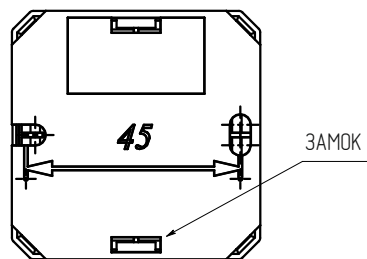

Рисунок 4
- при установке на стену (Рисунок 4):